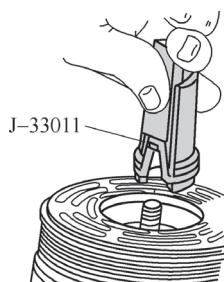

图 5-87 O 形圈的安装
①用制冷剂润滑油润滑新 O 形圈，并用专用工具装回如图 5-87 所示。
②用专用工具装回轴密封圈。
③装回离合器盘和毂总成。
④将压缩机装回车上。